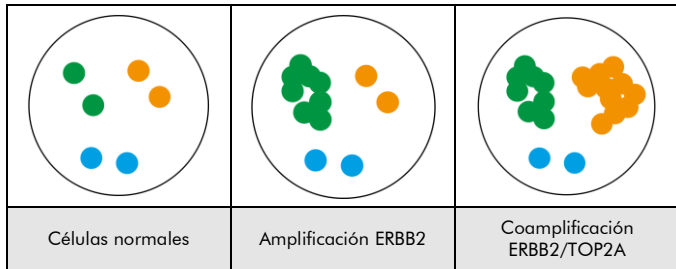

Fig. 2. Resultados previstos en núcleos normales y anómalos
**Situación normal:** En las interfases de células normales o de células sin una amplificación que afecte a las regiones génicas respectivas, se prevén dos señales verdes, dos naranjas y dos azules (ver Fig. 2).
**Situación anómala:** En las células con una amplificación de la región del gen ERBB2, se observará un mayor número de señales verdes o grupos de señales verdes. En las células con una amplificación de la región del gen TOP2A, se observará un mayor número de señales naranjas o grupos de señales naranjas. Las deleciones que afectan a la región del gen TOP2A dan lugar a un menor número de señales naranjas (ver Fig. 2).